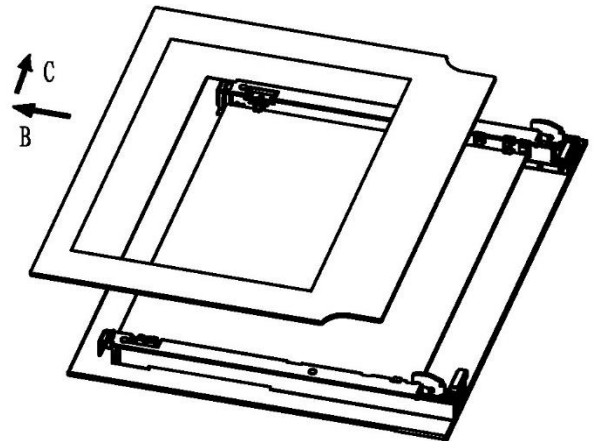

Abb. 2
- Wenn Sie nun die Tür leicht schließen, können Sie sie herausheben, indem Sie die Haken "A" herausziehen, wie in Abb. 2 dargestellt ist.
2. Nehmen Sie vorsichtig das Innenglas heraus (Abb. 2).